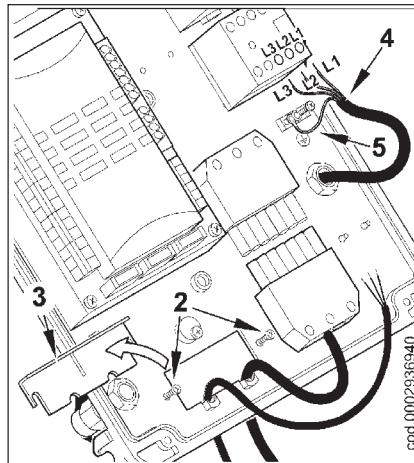

Fig. 2
- 2) Desserrer les vis (2) et après avoir démonté la plaquette serre-câbles (3), faire passer à travers le trou la fiche à 7 pôles et le câble de commande de modulation (fig. 2). Connecter les câbles d'alimentation (4) au télérupteur, fixer le câble de terre (5) et serrer le presse-câble correspondant.
À la fermeture du brûleur, tirer délicatement vers le tableau électrique, en mettant les deux câbles d'allumage et d'ionisation sous une légère tension, puis les placer dans leur logements (7) de la figure 2. Cela évitera que le ventilateur endommage les deux câbles durant le fonctionnement du brûleur.